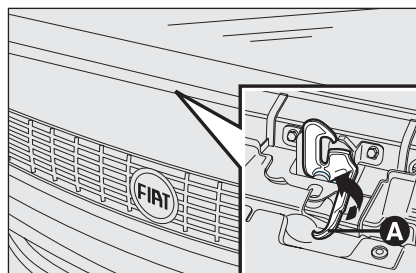

рис. 106
- ☐ Потяните рычаг **А-рис. 106**, как показано на рисунке;